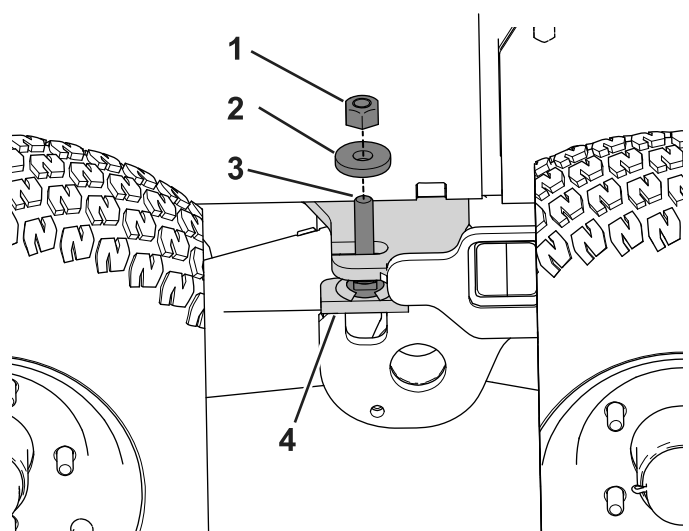

Bild 104
2. Nehmen Sie die Sicherungsmutter und Scheibe aus dem Gewindebolzen am Drehgestellanschlag (Bild 104).
9. Befestigen Sie die Flachscheiben ($\frac{1}{2}$ ") und Sicherungsmuttern am Drehgestell-Drehzapfen und ziehen sie an (Bild 104).